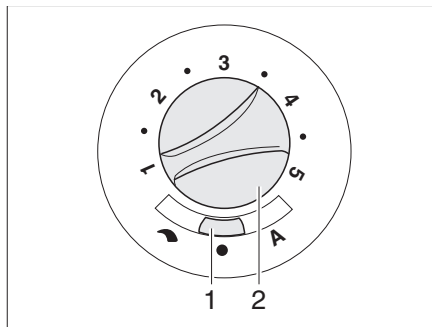

Fig. 108 Interruttore di comando per la ventola di ricircolo dell'aria (12 V)
- Posizionare l'interruttore a scorrimento (Fig. 108,1) su "↷" (regolazione manuale) o "A" (funzionamento automatico).
- Se l'interruttore a scorrimento (Fig. 108,1) è posizionato su "↷" (regolazione manuale): Impostare con la manopola (Fig. 108,2) la prestazione desiderata della ventola di ricircolo dell'aria.
- Posizionare l'interruttore a scorrimento (Fig. 108,1) su "●" (spento). A riscaldamento acceso, l'interruttore è disinserito.